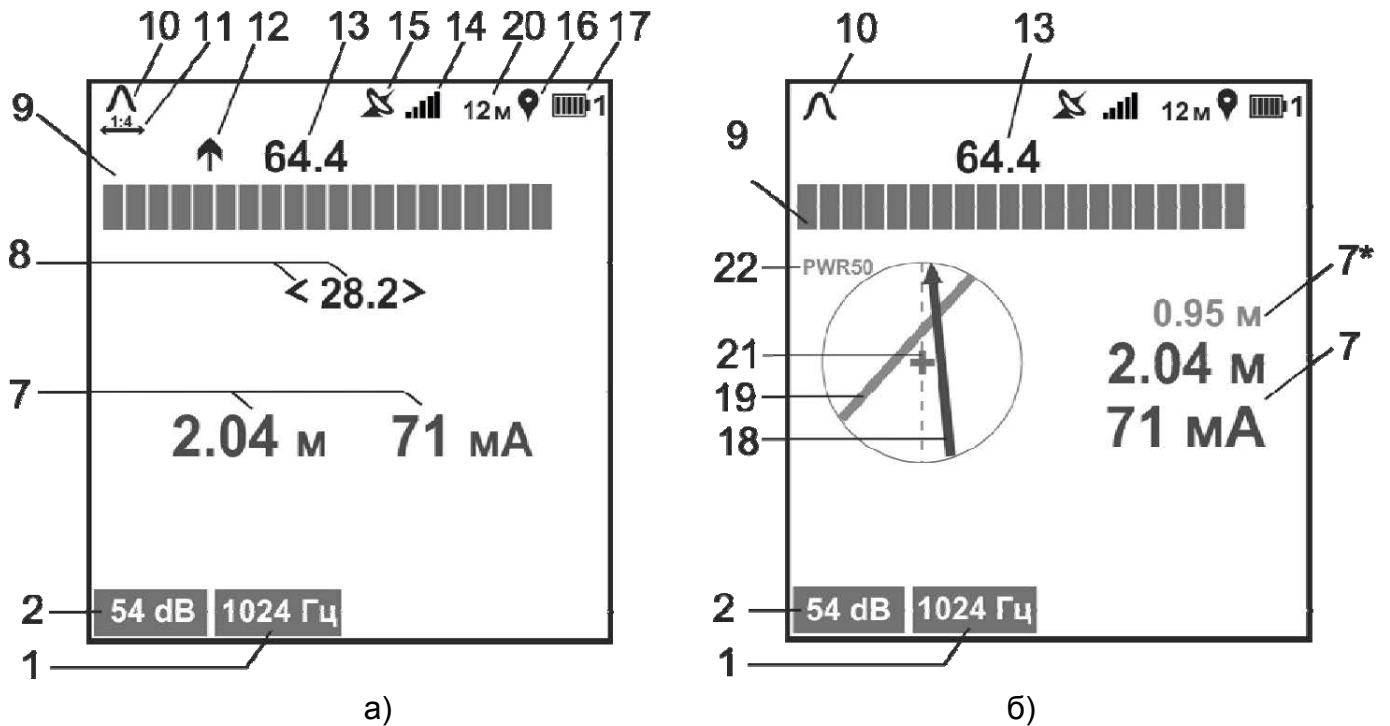

Рисунок 3.2 – Индикация приемника в режиме «ТРАССА»
- режим «ТРАССА» – для поиска коммуникаций с одновременным определением глубины её залегания, величины протекающего по ней тока рабочей частоты (рисунок 3.2а). Дополнительно при включенной функции «КОМПАС»,
отображается положение и направление коммуникации относительно приемника (рисунок 3.2 б).
Примечание. Индикация значения уровня входного сигнала в «дБ» при поиске по «максимуму» и «минимуму» (соответственно поз. 13 и 8 на рис. 3.2) при перегрузке соответствующих им входных каналов меняет свой цвет на красный
При включенной опции «растяжка шкалы «максимум» 1:4» цена деления уменьшается в четыре раза, тем самым увеличивая разрешающую способность шкалы. При этом на экране отображается символ «» (поз. 11 на рис. 3.2), под шкалой «максимум» появляется желтая полоса, указывающая положение окна растяжки относительно исходной (нерастянутой) шкалы.
Коммуникация схематически отображается на индикаторе в виде линии – указателя положения коммуникации (поз. 18 рис. 3.2б и 3.3б). Одновременно с этим в режиме «ТРАССА» на индикаторе отображаются шкала «максимум» и уровень
По мере продвижения по трассе ориентируйте приемник относительно коммуникации таким образом, чтобы на экране указатель положения коммуникации (поз. 18 рис. 3.2 б) совпадал с осью приемника (поз. 21 рис. 3.2 б).
Пример поиска с включенной функцией «Вторая линия» показан на рисунке 4.2.3б. В этом режиме указатель положения «Второй линии» (поз. 19 рис. 3.2б) и значение глубины ее залегания (поз. 7* рис. 3.2б) отображаются синим цветом.